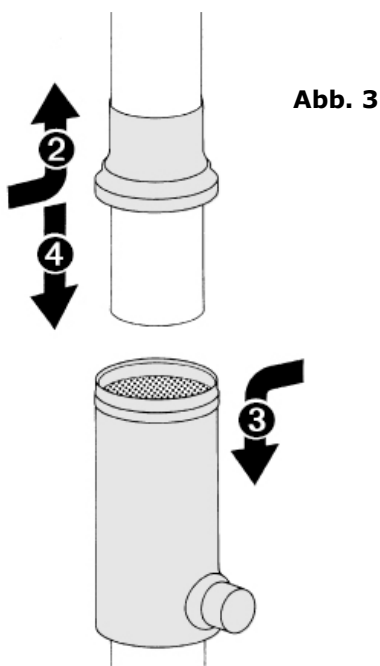

Abb. 3
4. Das Oberteil herunter schieben und damit das Gehäuse verschließen. (**Abb. 3**)